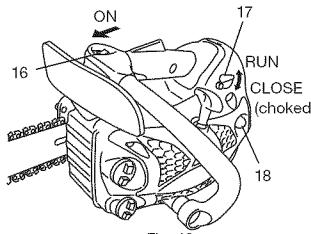

Fig. 10
Arranque (Fig. 10, 11)
1. Fijar la llave de ignición (16) en la posición ON (encendida).
*Empujar varias veces el bulbo cebador (18) de manera que el combustible fluya através del bulbo hacia el carburador. (Si está provista) (Fig. 10)
2. Empuje la palanca del estrangulador ("choke") (17) hacia abajo a la posición estrangulada. Esto cerrará el regulador de extrangulación automáticamente en la posición de arranque. (Fig. 10)
3. Tirar energicamente del arrancador de recuperación, tomando la precaución de mantener la manija bien sujetada evitando que salte de las manos. (Fig. 10)
4. Cuando usted escucha el sonido del motor que quiere arrancarse, con el activador de seguridad (19) apretado tirando el activador de extrangulación (20). Ello hará pasar el acelerador de la posición de arranque a la posición de marcha y retornará automáticamente la palanca del estrangulador a la posición de marcha. (Fig. 10, 11)